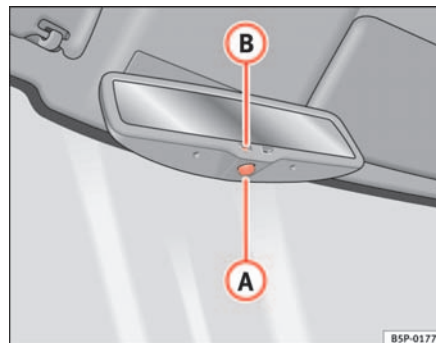

Fig. 90 Espelho interior com ajuste automático para posição de anti-encandeamento.
- Prima a tecla **A** ⇒ fig. 90. A luz avisadora **B** apaga-se.
- Prima a tecla **A** ⇒ fig. 90. A luz avisadora está acesa.